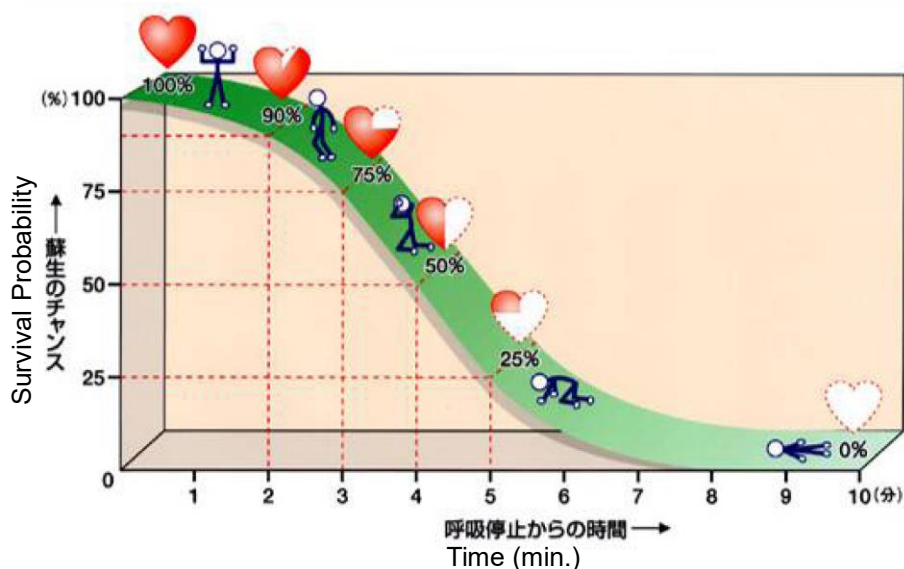

Fig. 3. ドリンカーの救命曲線 (東京大学低温センター「保安技術テキスト」から抜粋)
- c) 蘇生機会の急激低下： 酸欠による呼吸停止からの蘇生のチャンスは呼吸停止後 3~5 分で急激に低下し、7 分以上でほとんどゼロとなる (Fig. 3)。特に酸素濃度が低い場所に晒されている時間が長いほど死亡する確率は高く、数秒で生死を分ける場合もある。また、たとえ蘇生しても、言語障害、運動機能障害、視野狭窄、幻覚、ノイローゼなどの後遺症が残る場合が多い。
Sharp Drop in Resuscitation Opportunity: A chance of resuscitation decreases rapidly in 3~5 minutes after the stop of breathing, and becomes zero above 7 minutes (Fig. 3). Even if a person is resuscitated, he has sometimes after effects of disease such as speech impediment, motility disturbance, narrowing of visual field, hallucination, neurosis.